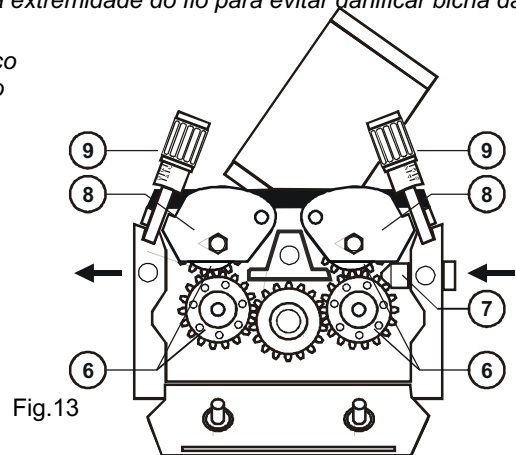

Fig.13
- Abrir as alavancas de pressão do fio (8-Fig.13).
- Fazer avançar manualmente o fio alguns centímetros através da guia de entrada de fio, (4-Fig.13), dos roletes (6-Fig.13) e da pistola (Fig. 11 e 12). Se necessário, arredondar com uma lima a extremidade do fio para evitar danificar bicha da pistola.
5.7 – Fechar as alavancas de pressão de fio (8-Fig. 13) e regular a pressão sobre o fio apertando cuidadosamente os parafusos de pressão (9-Fig. 13) :